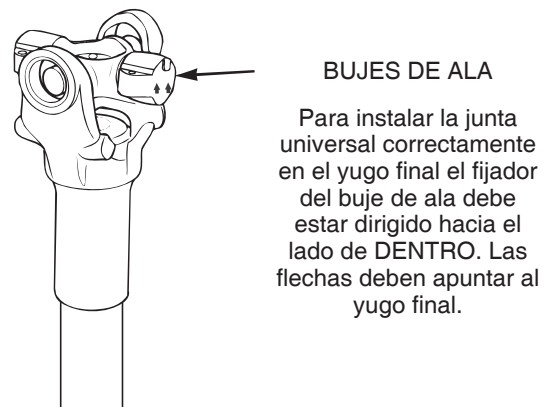

Figura 4.31
2.Instale la junta universal en el yugo hasta que el fijador del rodamiento de alas esté dirigido hacia DENTRO y las flechas apunten hacia el final de los yugos de acoplamiento. Figura 4.31.